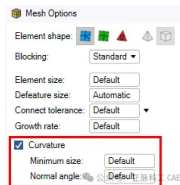

图7 曲率控制
(4) 【Curvature】为曲率控制，当模型中存在小圆孔时使用，如图7所示，可通过最小尺寸和法向角进行圆孔大曲率边界网格加密。